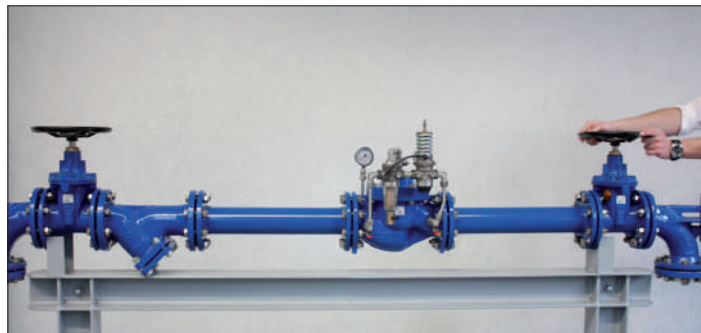

Рис. 21: Полное открытие запорной арматуры перед и после РК
9. Полностью открыть запорную арматуру перед РК. Далее полностью открыть запорную арматуру после РК (рис. 21). Производитель рекомендует медленное заполнение водопроводов низкого давления, чтобы гарантировать полный выпуск воздуха из трубопровода и предотвратить гидроудары. Клапан поддержки давления должен закрыться. Если клапан не закрылся, пружину следует затянуть еще сильнее.